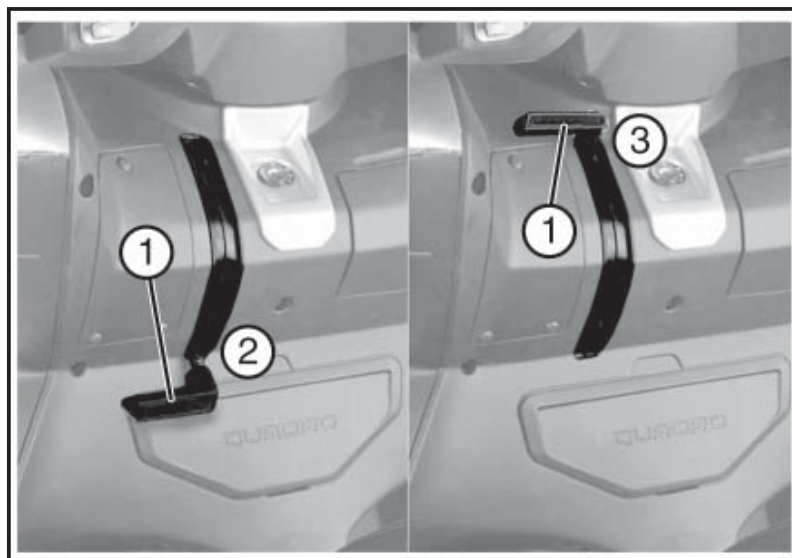

Fig. 02
4.15 PALANCA DE APARCAMIENTO (Fig. 02)